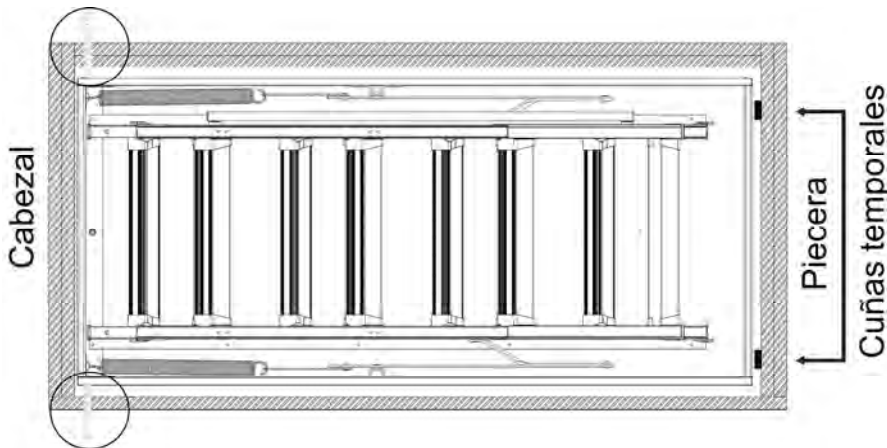
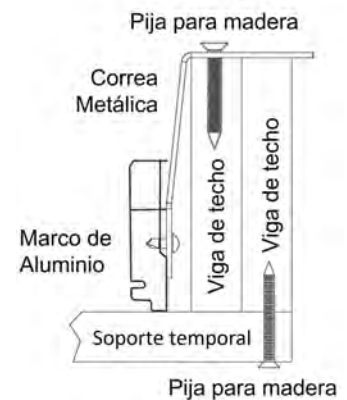

FIGURA 14 : ASEGURANDO LAS CORREAS METÁLICAS
FIGURA 15
L. Instalador #2: Despliegue las correas metálicas de 14" y dóblelas sobre las vigas del techo. Atorníllelas con las pijas para madera a través del orificio de 1/4" en la correa metálica y la viga de madera. Ver **Figura 14** y **Figura 15**. Asegúrese que las correas estén apretadas para soportar el peso de la escalera de ático.